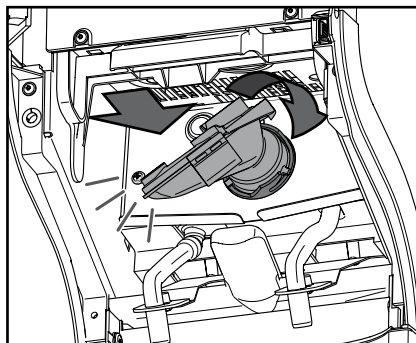

Fig. 40
8. Inserire nuovamente la vaschetta di miscelazione con l'anello di tenuta e girarlo quindi in senso orario fino all'arresto (fig. 40).